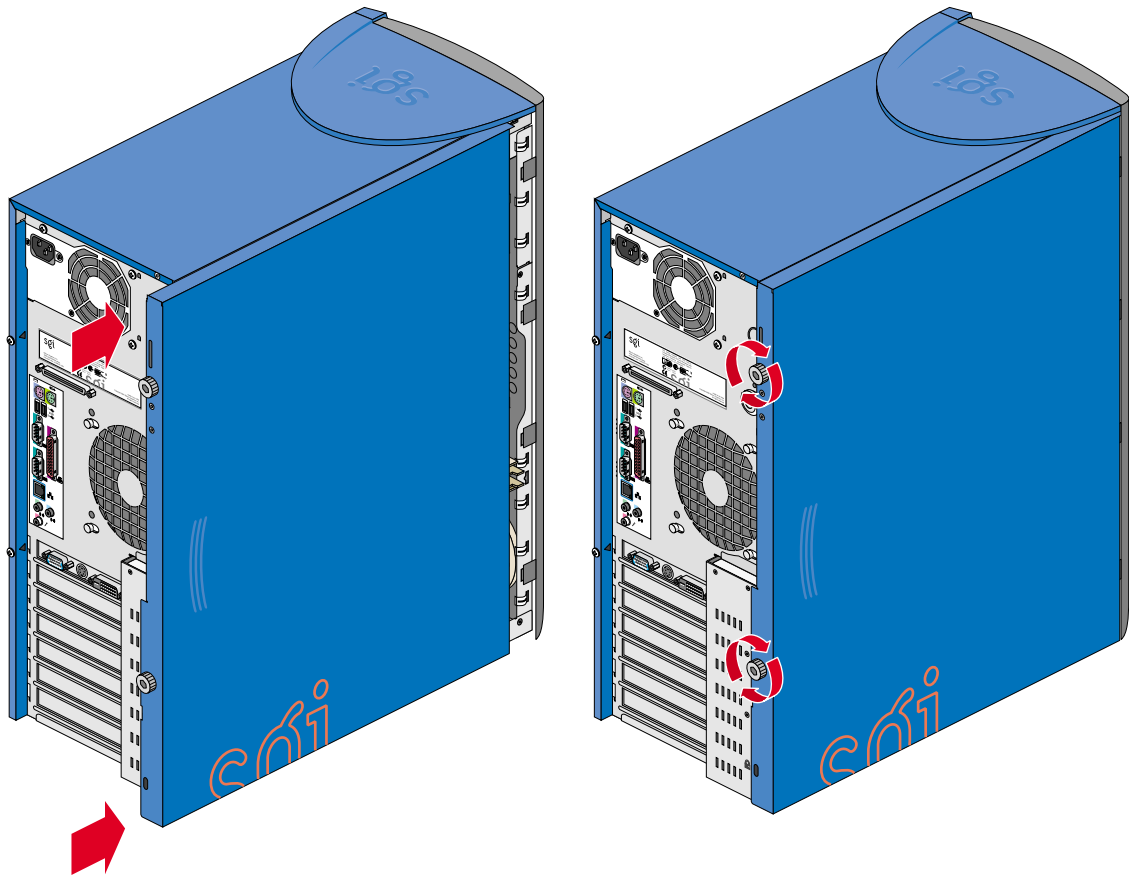

Figura 2-39 Colocación del panel lateral
- Deslice el panel hacia la parte frontal del chasis hasta que encaje en su lugar. Este proceso se muestra en la Figura 2-39.